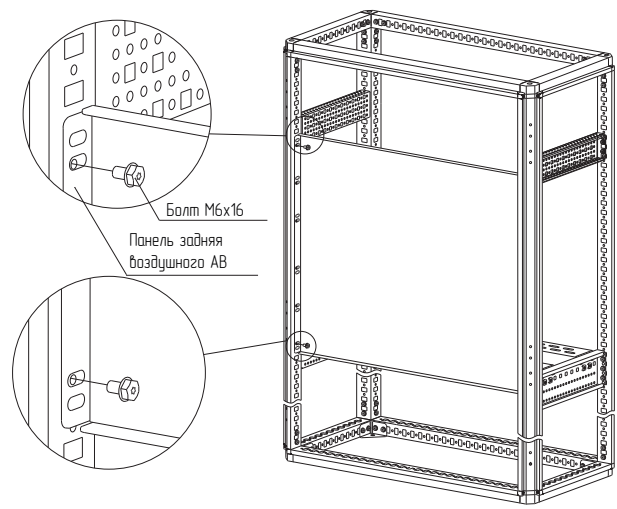

Рисунок 41
- вариант 1. Болтами М6×16 (рисунок 41). Момент затяжки – 7 Н·м. Болты приобрести отдельно;